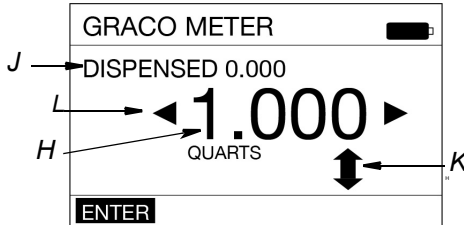

Fig. 31
2. Si no se resalta ACTIVAR (A), use el botón de flecha IZQUIERDA o DERECHA del teclado para resaltar dicha función (FIG. 31) y pulse el botón INTRO del centro del teclado para seleccionarla.
- **Preajuste (PRESET):** permite aumentar, reducir o cambiar por completo la cantidad de fluido del PREAJUSTE seleccionado. Aparecerá la pantalla que se muestra en FIG. 31. Consulte el comando de función (C)/PREJUSTE, página 18, para obtener instrucciones sobre cómo cambiar el PREAJUSTE.
- **Restablecer (RESET):** pone otra vez a 0,000 el contador de fluido dispensado (D).